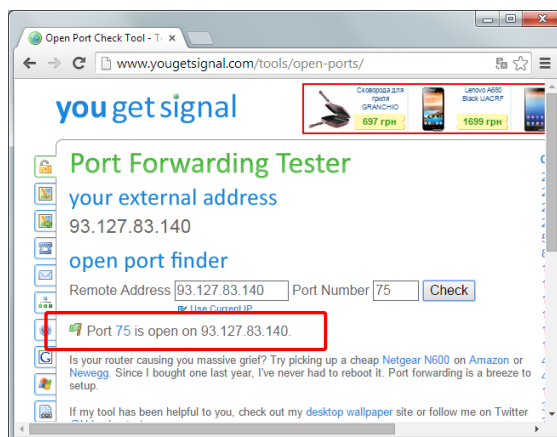

Рисунок 7.1.6 - Перевірка доступності мережного порту
11. Коли сервер запущено, необхідно перевірити, чи доступний для нього мережний порт. Для перевірки необхідно відвідати сайт www.yougetsignal.com/tools/open-ports/, у пункті «Port Number» вказати вибраний при налаштуванні сервера мережний порт і натиснути клавішу «Check». Якщо порт доступний, ви повинні отримати наступний результат, рисунок 7.1.6.